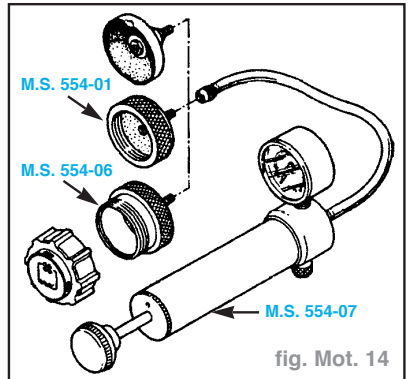

fig. Mot. 14
- Remplacer la soupape du vase d'expansion par l'adaptateur **M.S. 554-01** (fig. Mot. 14).
- Adapter sur la pompe **M.S. 554-07** l'outil **M.S. 554-06** et placer sur celui-ci la soupape à contrôler (fig. Mot. 14).